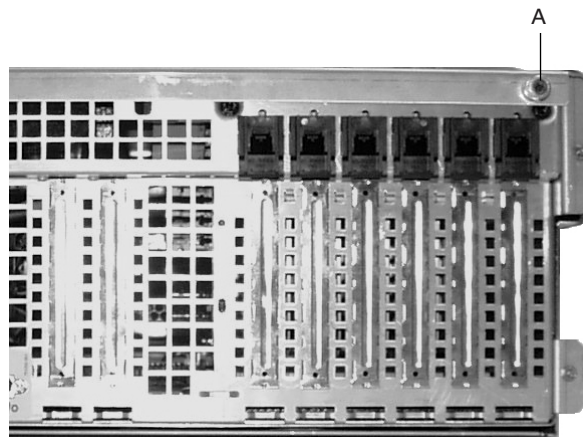

Abbildung 4-6 Rändelschraube an der oberen Gehäuseabdeckung
2. Lösen Sie die beiden Rändelschrauben im oberen Bereich der Gehäuserückseite. Eine der beiden Rändelschrauben ist in Abbildung 4-6 mit „A“ bezeichnet.
2. Lösen Sie die beiden Rändelschrauben im oberen Bereich der Gehäuserückseite. Eine der beiden Rändelschrauben ist in Abbildung 4-6 auf Seite 98 mit „A“ bezeichnet.